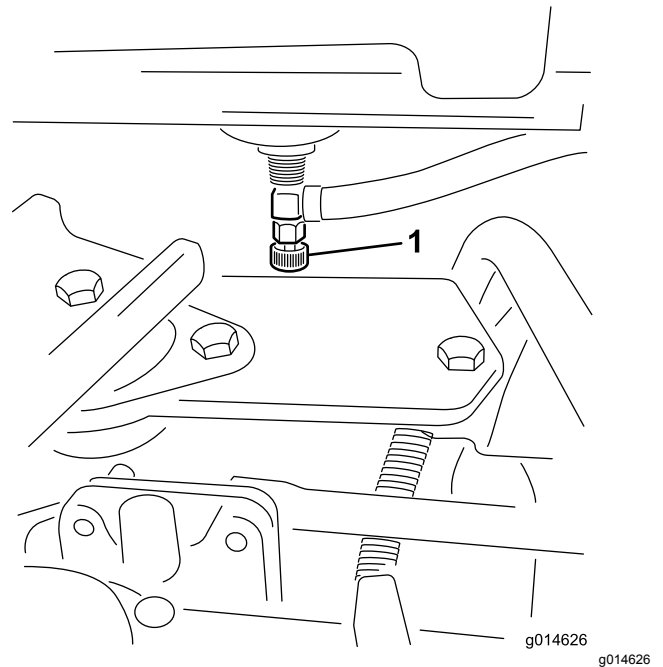

図 45
1. 長期間保管する場合には燃料バルブ 図 45 を閉じておく。